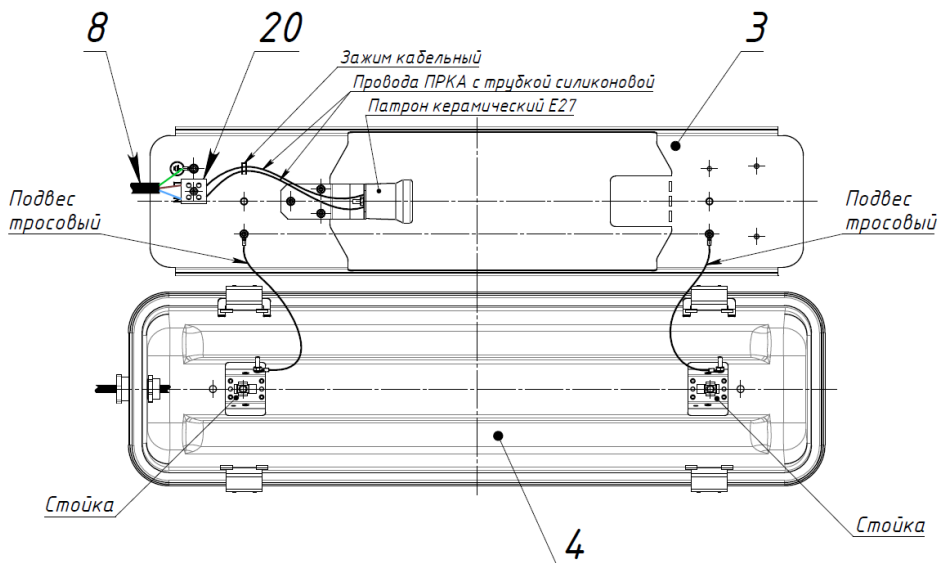

Рис. 11
Внимание! При установке панели монтажной (3) в корпус FOUNDRY 70H w/o driver box (4) не допускается попадания проводов ПРКА с трубкой силиконовой и подвесов тросовых между монтажной панелью (3) и стойками корпуса FOUNDRY 70H w/o driver box (4), см. рис. 11.